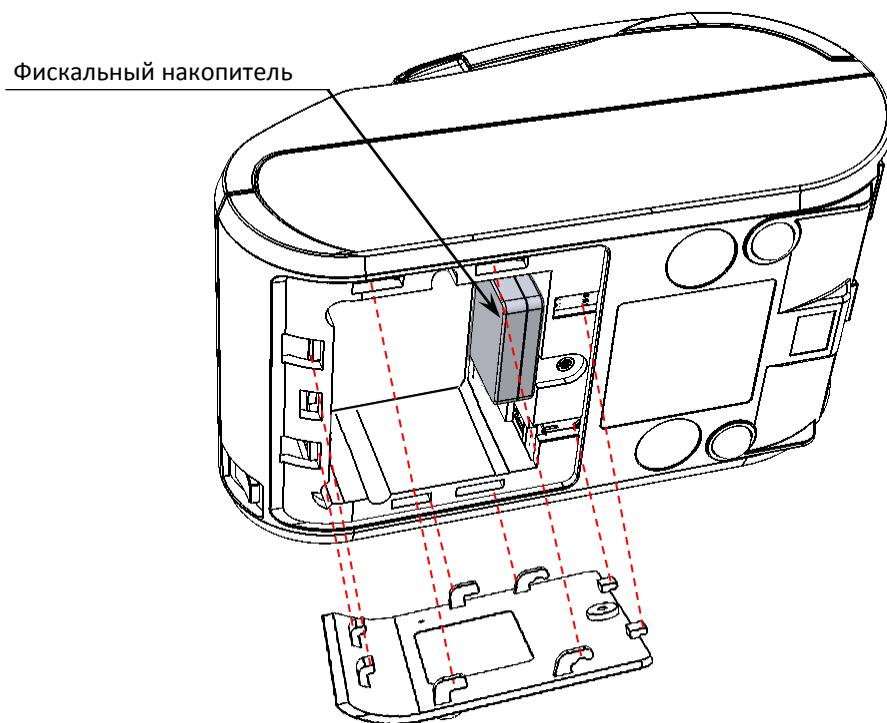

Рисунок 8. Отделить крышку от нижней части корпуса, освободив фиксаторы
4. Установить новый экземпляр ФН на место старого (ФН крепится к внутренней поверхности отсека на двухсторонний скотч на вспененной основе,смотрите рисунок 8).